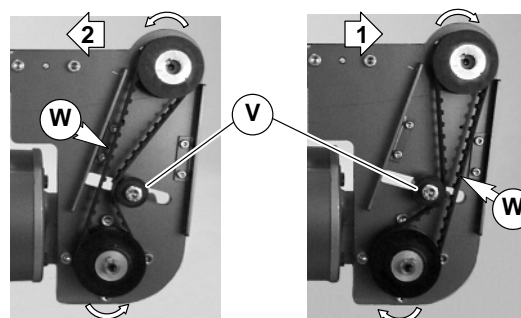

Abbildung 10
8. Je nach Laufrichtung des Fördergurtes (Richtung 1 oder 2) Lage der Zahnriemen-Spannvorrichtung wie gezeigt positionieren (V siehe Abbildung 10). Zahnriemen so spannen, bis eine Durchbiegung von 3 mm bei einer Kraft von 0,5 kg am mittleren - Punkt (W) des Zahnriemens erreicht ist. Die Spannschraube mit 12 Nm festziehen.
3. Je nach Laufrichtung des Fördergurtes (Richtung 1 oder 2) Lage der Zahnriemen-Spannvorrichtung wie gezeigt positionieren (V siehe Abbildung 10). Zahnriemen so spannen, bis eine Durchbiegung von 3 mm bei einer Kraft von 0,5 kg am mittleren - Punkt (W) des Zahnriemens erreicht ist. Die Spannschraube mit 12 Nm festziehen.
5. Je nach Laufrichtung des Fördergurtes (Richtung 1 oder 2) Lage der Zahnriemen-Spannvorrichtung wie gezeigt positionieren (V siehe Abbildung 10). Zahnriemen so spannen, bis eine Durchbiegung von 3 mm bei einer Kraft von 0,5 kg am mittleren - Punkt (W) des Zahnriemens erreicht ist. Die Spannschraube mit 12 Nm festziehen.